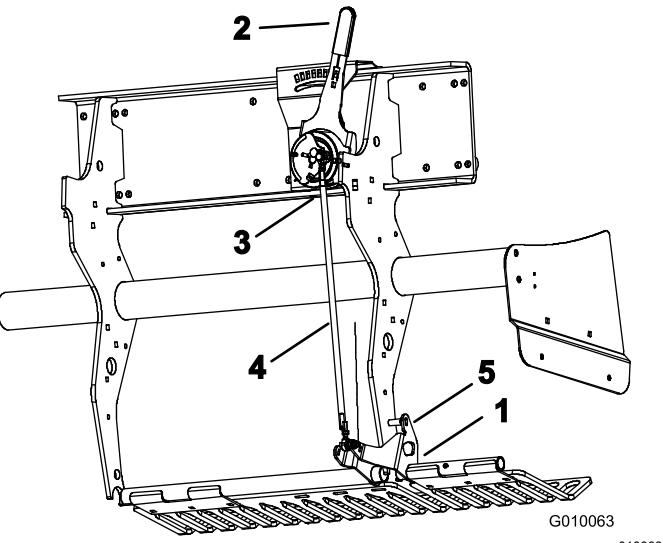

Figura 59
- Rode o suporte de montagem do protetor da relva esquerdo (Figura 59) até conseguir inserir um pino de bloqueio, com uma haste de perfuração ou um parafuso de 8 mm, entre o suporte e o tubo de definição da profundidade soltado à estrutura.
3. Mova a alavanca de profundidade dos dentes (Figura 59) para a configuração H (a mais profunda).
4. Desligue o dispositivo esférico exterior (Figura 59) da cablagem (interruptor de cabeça para baixo).
5. Desaperte as porcas de bloqueio (esquerdo e direito) da barra de ajuste da profundidade (Figura 59).